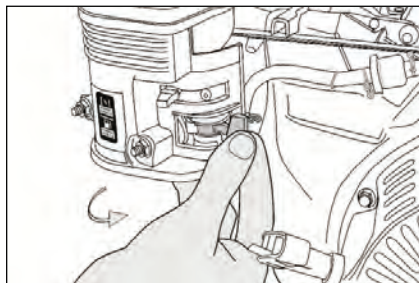

Рис. 33
1. Откройте топливный кран, расположенный под воздушной заслонкой (рис. 33).